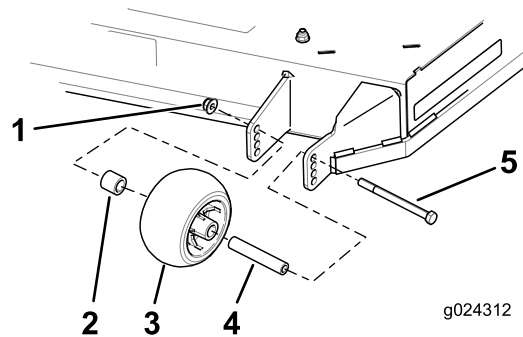

Figure 29
4. Aligned the bolt and the anti-scalp roller in the hole of the support corresponding to the best cutting height position (Figure 29).
5. Insérez le boulon dans le trou du support et fixez le boulon et le galet anti-scalp avec l'écrou à embase (Figure 29).
3. Retirez l'écrou à embase, le galet anti-scalp et le boulon du support (Figure 29).